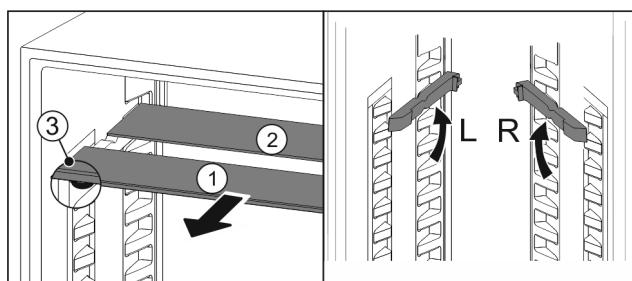

Fig. 50
- Izvucite Fig. 50 (1) staklene ploče jednu po jednu prema naprijed.
- Staklena ploča Fig. 50 (1) s ukrasnom letvicom nalazi se sprjeda.
- Zaustavljači Fig. 50 (3) su usmjereni prema dolje.